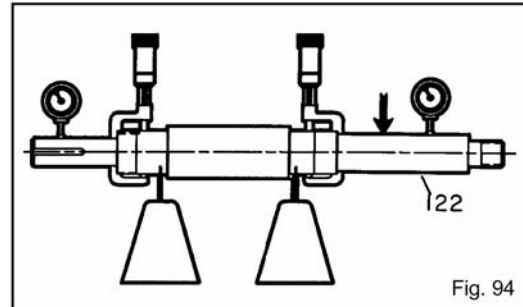

Fig. 94
1. Verifique los ajustes de los rodamientos. Si alguno está fuera de la tolerancia en la Tabla 8, reemplace el eje (122) (Fig. 94).